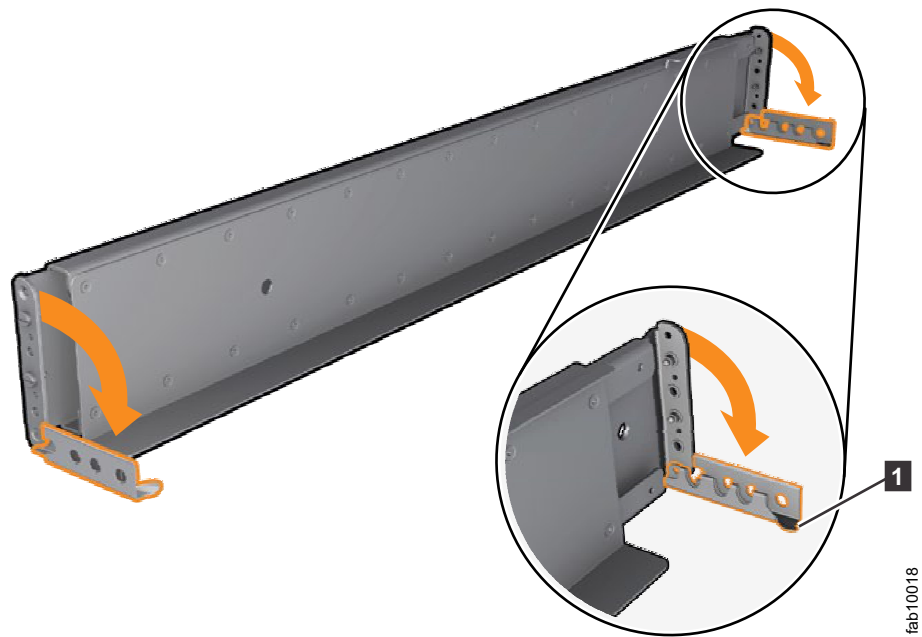

Abbildung 38. Scharnierhalterungen öffnen
6. Ziehen Sie *fest* an der Zunge **1** an beiden Schienenenden, um die Scharnierhalterung zu öffnen (siehe Abb. 38 auf Seite 37).